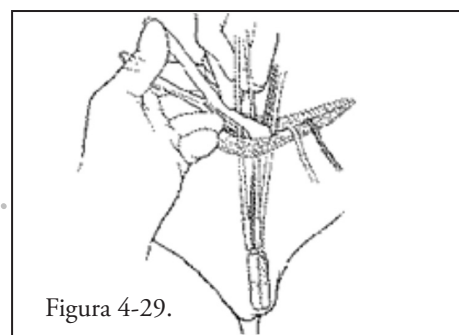

Figura 4-29.
14. Coloque a bomba na bolsa, com o botão de desativação virado para fora de modo a ficar palpável. Encaminhe a tubagem da bomba para a zona inguinal. (Figura 4-29)